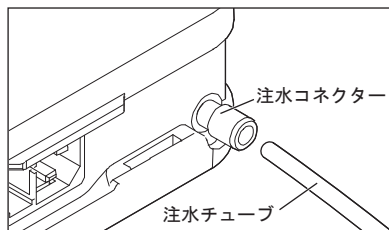

図6
- 2)注水チューブの端面を、注水コネクターに奥まで強めに挿し込みます。(図6)